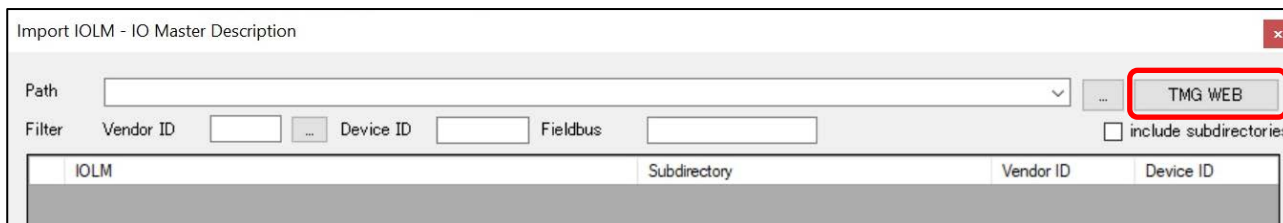

図 7-3 IO-Link Device Tool V5.1 – PE (Import IOLM)
本サンプルプロジェクトで使用する IODD ファイルは、サンプルプロジェクトの IODD フォルダに保存されています。このフォルダへのパスを図 7-3 に示すように設定することで、使用可能な IODD ファイルを自動的に検出できます。
2. 図 7-3 が表示されたら「TMG WEB」を選択します。